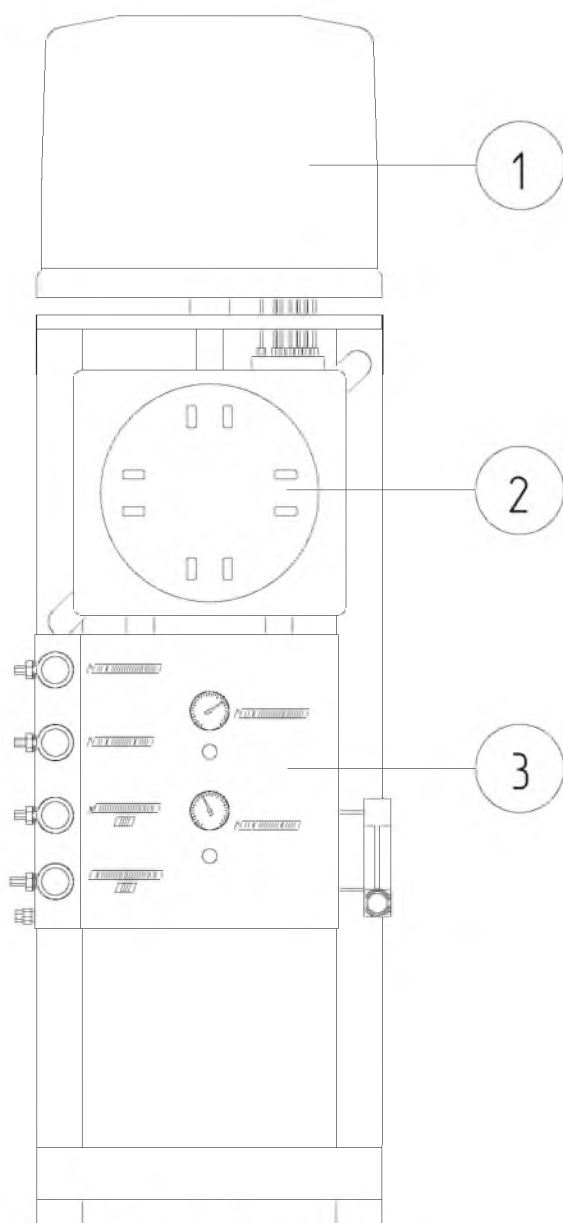

Рис.2 Блок аналитический
- Блока термостата (П.1, Рис.2);
- Блока электроники (П.2, Рис.2);
- Блока пневматики (П.3, Рис.2).